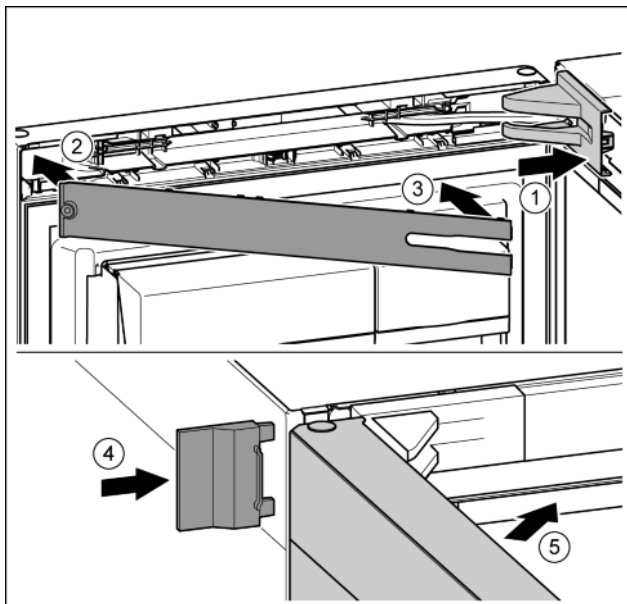

Fig. 26
- Poser et enclencher le cache du support de palier, l'introduire en appuyant délicatement. Fig. 26 (1)
- Poser le cache. Fig. 26 (2)
- Incliner le cache et l'enclencher. Fig. 26 (3)
- Enfiler le cache extérieur. Fig. 26 (4)
- Fermer la porte supérieure. Fig. 26 (5)